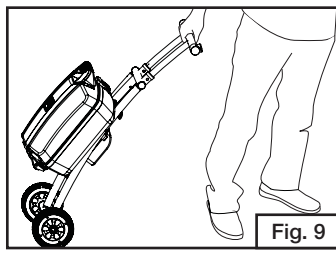

Fig. 9
- Una y otra vez que el asa está asegurada en su lugar, la parrilla se puede mover fácilmente a cualquier lugar dentro del área del campamento o su jardín trasero. (Fig. 9)